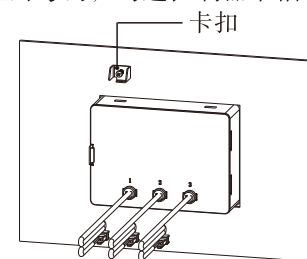

图3
③如图3所示，将卡扣上的弯钩，勾进控制器卡槽，然后拧紧卡扣上的螺钉。